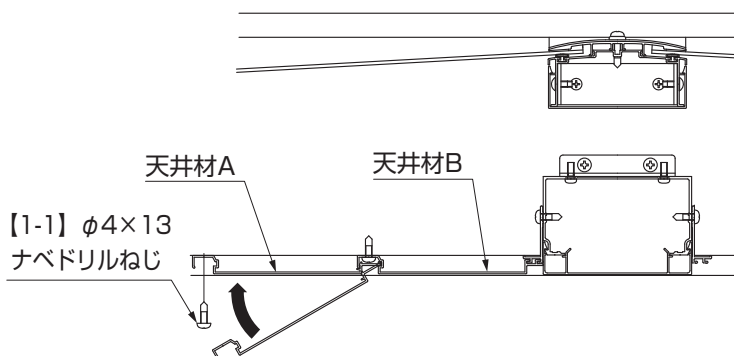
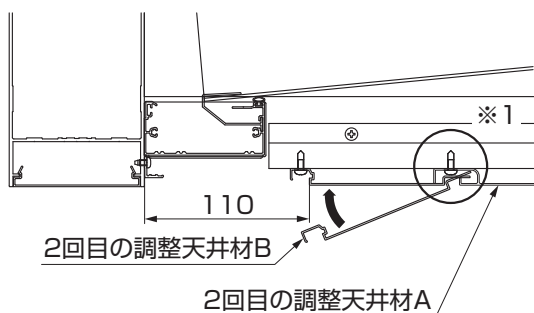
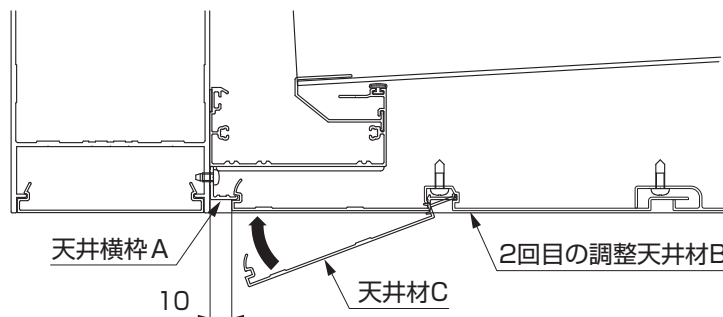

図4-38 天井材Aの取付け
図4-41 2回目の調整天井材Bの取付け
図4-42 天井材Cの取付け
- 天井縦材の端を天井横材Bに乗せフレーム、調整フレームカバーと平行にして取付けてください。天井材が取付けなくなる場合があります。(P.21 図4-41参照)
③天井材Aを繰り返し取付けて、残り3枚になった所でフレームと天井材Aの寸法を測り、目地幅を決めて調整天井材AとBを【1-1】で取付けて最後に調整天井材Bに天井材Cを吻合させて、天井横枠Aに吻合して取付ます。(P.21 図4-38、図4-39、図4-40、図4-41、図4-42参照)
①※1回目の調整天井材Aを取付けた後、フレームと調整天井材Aの寸法を測り、1回目の調整天井材Aと調整天井材Bの目地(※1)を決めてから調整天井材Bを取付けてください。再度2回目の調整天井材Aを取付けから、フレームと調整天井材Aまでの寸法を測り調整天井材Aと調整天井材Bの目地を決めてから調整天井材Bを取付けて、天井材Cを取付けてください。(調整天井材Bとフレームまでは、110mmとし、天井材Cとフレームとの目地は10mmとしてください。)図4-41と図4-42を参照